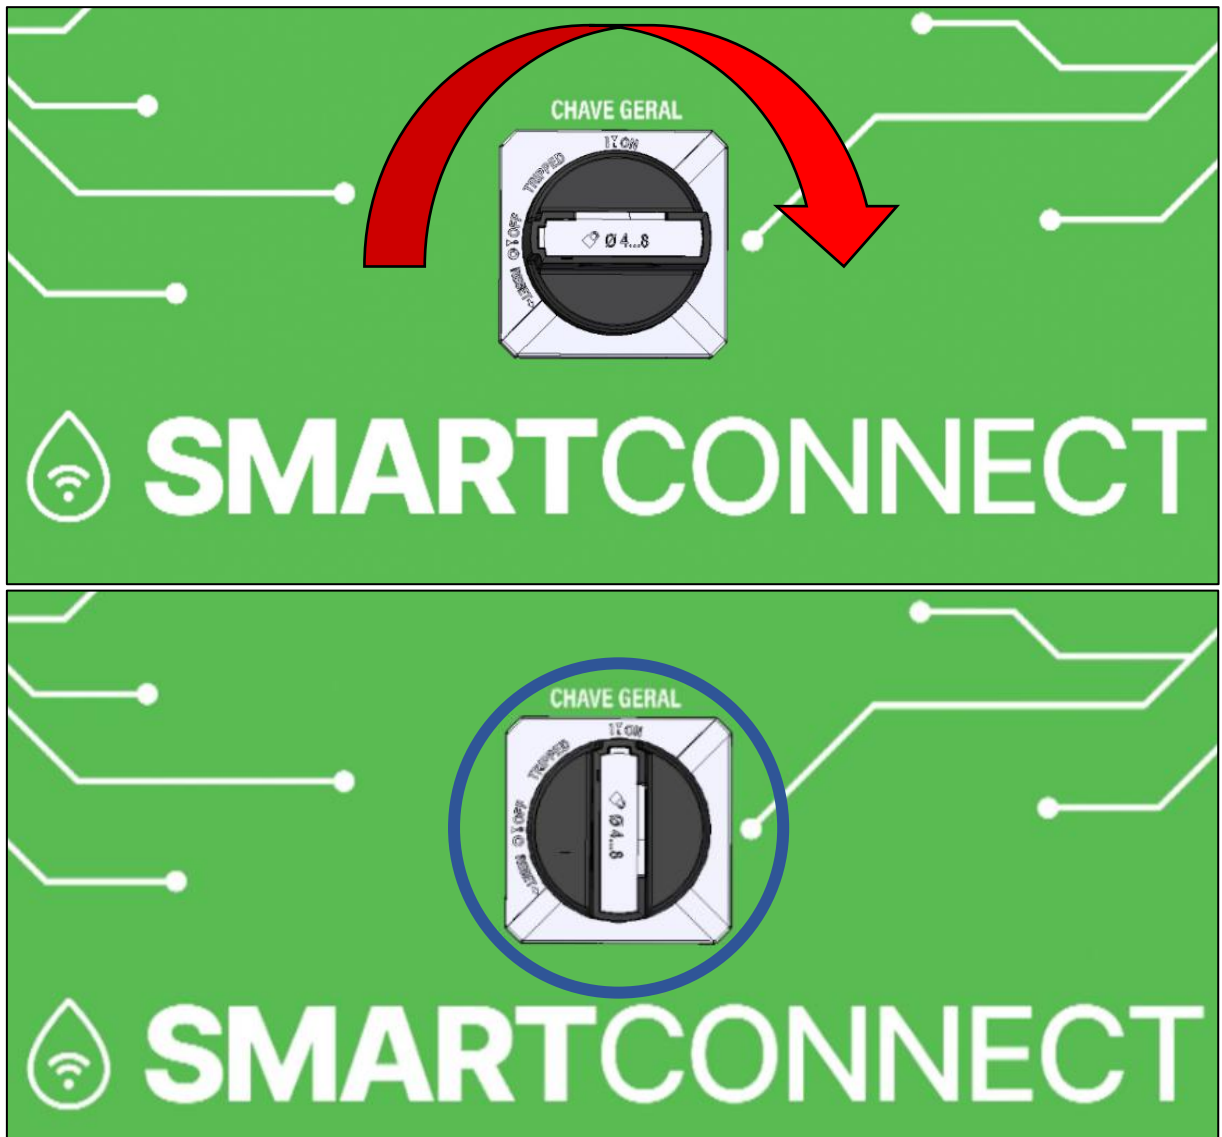

Figura 22 - Chave Geral na posição LIGADA.
- C. Feche a porta interna do painel e gire a Chave Geral em 90° para a direita, conforme ilustrado na Figura 22.